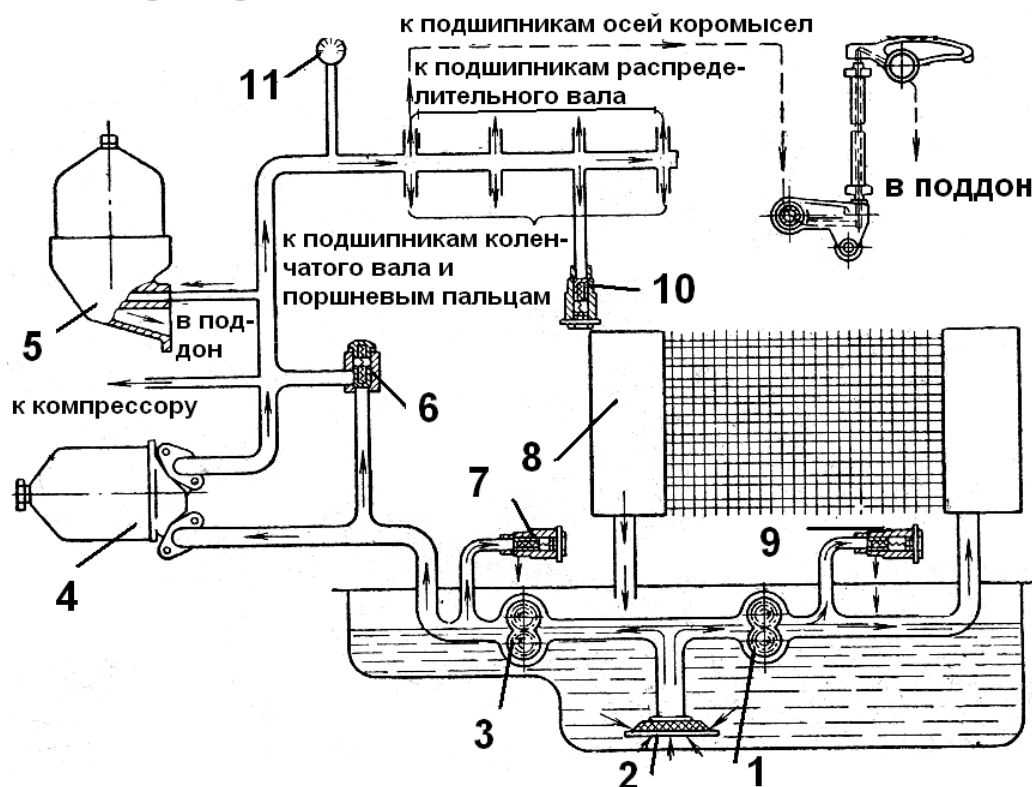

Рис. 1.1. Принципиальная схема системы смазки:
Система смазки двигателей ЯМЗ комбинированная (рис. 1.1). Под давлением смазываются: коренные и шатунные подшипники распределительного вала, ось коромысел и втулки верхних головок шатунов, а также подшипник промежуточной шестерни привода масляного насоса.
- предохранительный клапан 9 (рис. 1.1) радиаторной секции,